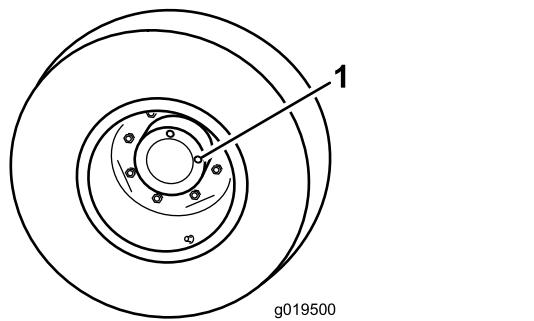

Figura 15
- Con la máquina en una superficie nivelada, coloque la rueda con un tapón de verificación (Figura 15) en la posición de las 12 y el otro en la posición de las 3.
- Retire el tapón de la posición de las 3 (Figura 15). El aceite debe llegar a la parte inferior del orificio del tapón de verificación.